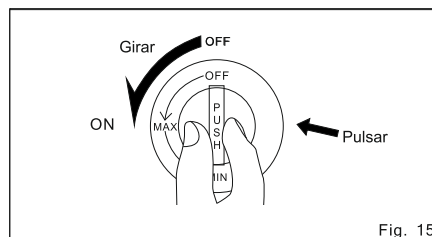
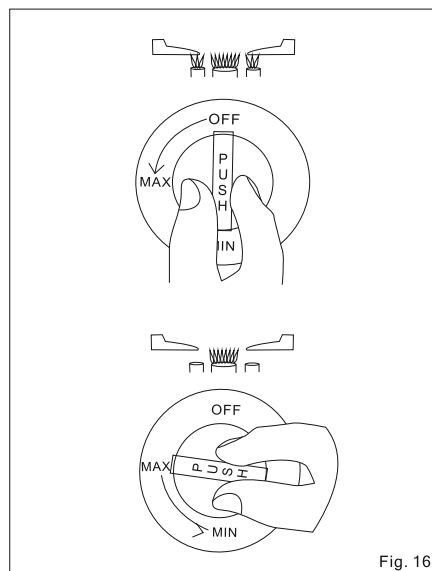

Fig. 15
Fig. 16
- A. Abra la llave de paso del gas, presione la perilla de ajuste del gas y gire a la posición Max (en sentido antihorario), hasta que escuche el ruido del encendedor. Asegúrese de que el quemador este encendido (Fig. 15). En esta posición se encenderán el pequeño y el grande quemador desde el doble quemador. Para usar solo el quemador pequeño, libere la perilla de ajuste del gas y gírela en la posición MIN (Fig.16).